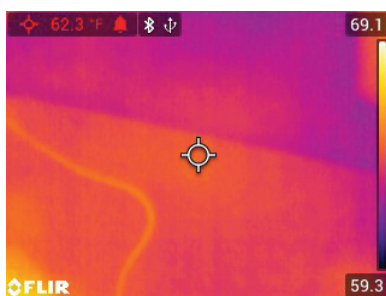

Figure 8.4 Exemple d'alarme de température haute. Notez que la mesure s'affiche en rouge
4. Lorsque l'alarme haute ou basse est activée, l'écran principal affiche l'icône de cloche d'alarme à côté des chiffres de mesure, comme illustré à la **Figure 8-4** ci-dessous.